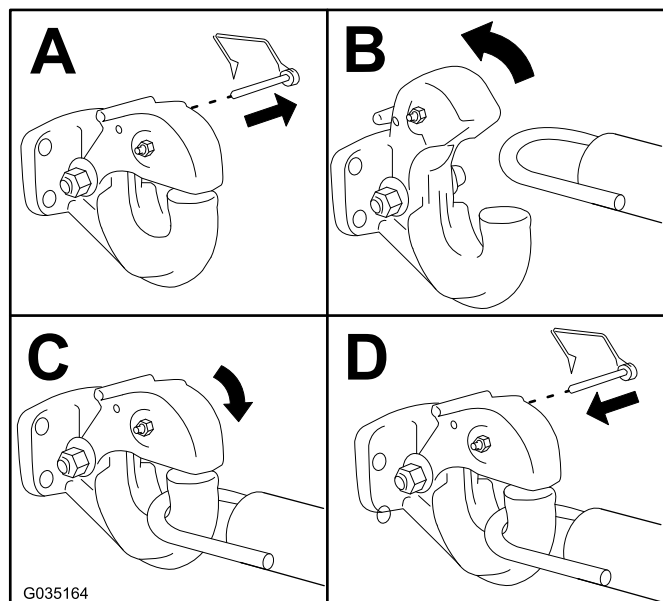

Figura 16
1. Enganche la máquina como se muestra en Figura 16.